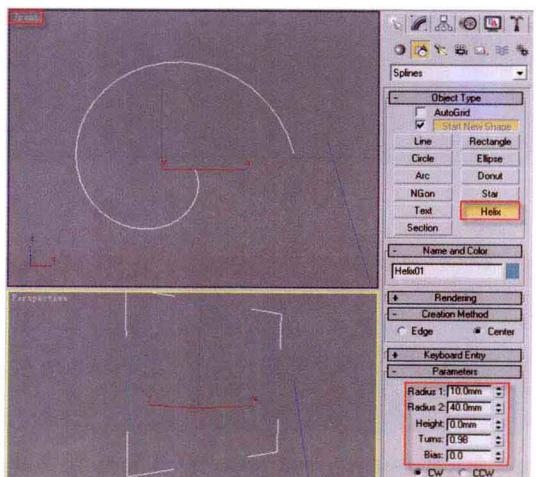

图1-9
⑨ 在命令面板中, 单击Create (创建) > Shapes (图形) > Helix (螺旋线) 按钮, 在前视图中创建一个Radius1 (半径1) 为10mm, Radius2 (半径2) 为40mm, Turns (圈数) 为0.98, 如图1-9所示。